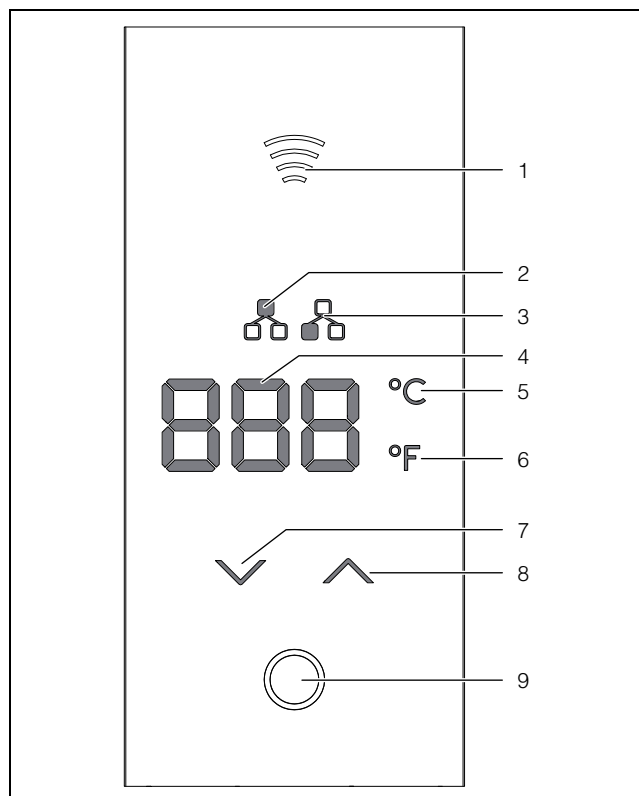

Fig. 51 : afficheur
L'afficheur est constitué de 7 segments de trois caractères (fig. 51, pos. 4). Après la mise sous tension, il affiche, après un court instant (env. 10 secondes), la température intérieure, qui restera affichée en permanence aussi longtemps qu'il n'y a pas de défaut ou de message. Si un défaut ou un message devait arriver, il serait affiché en alternance avec la température intérieure de l'armoire électrique.